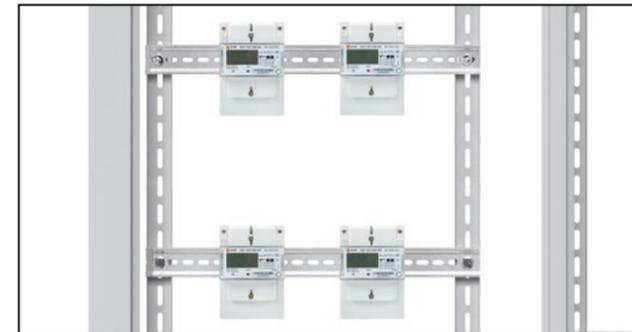
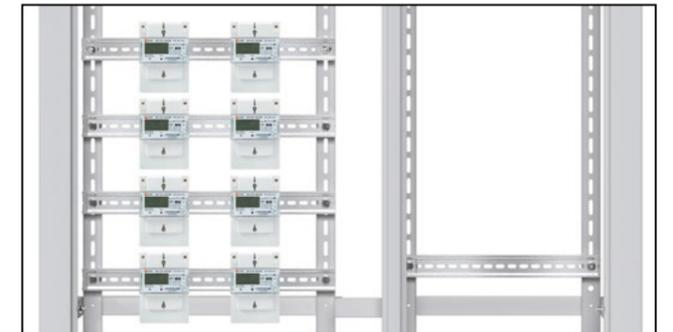

Рис. 17
Рис. 18
1.4 Установите счётчики на DIN-рейку в соответствии с Рис. 17 для ЩЭ на 1-4 кв. или с Рис. 18 для ЩЭ 5-8 кв.
1.5 Установите необходимое модульное оборудование на верхние две DIN-рейки рамы в соответствии с Рис. 17 для ЩЭ на 1-4 кв. или с Рис. 18 (для ЩЭ 5-8 кв.) и выполните внутренние электрические соединения электроаппаратуры.